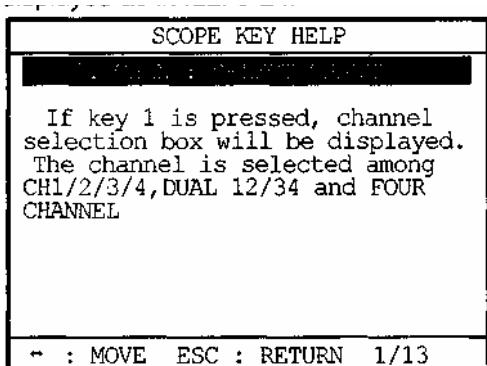

Рис. 3-24. Объяснение – 1.CHAN
- Для просмотра детального объяснения ключевой функции нажмите соответствующую цифру или клавишу ENTER после перемещения высвеченной строки на нужный объект, используя клавиши [↑] и [↓]. Объяснение по выделенным функциям будет выведено на дисплей (рис. 3-24).